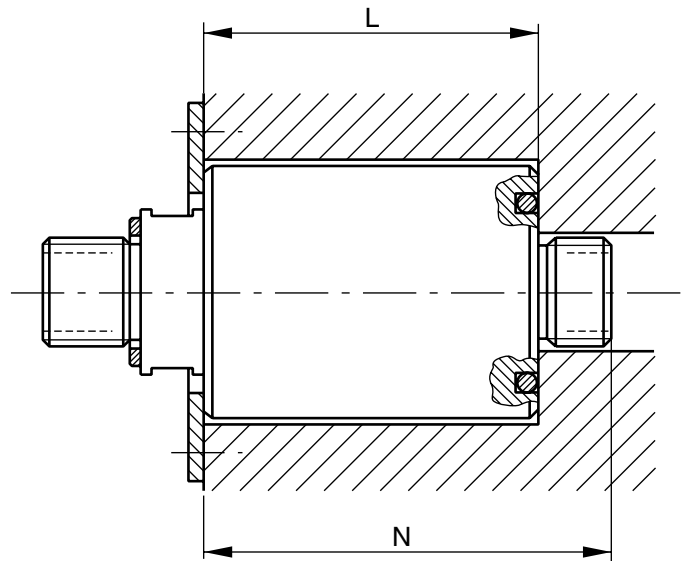
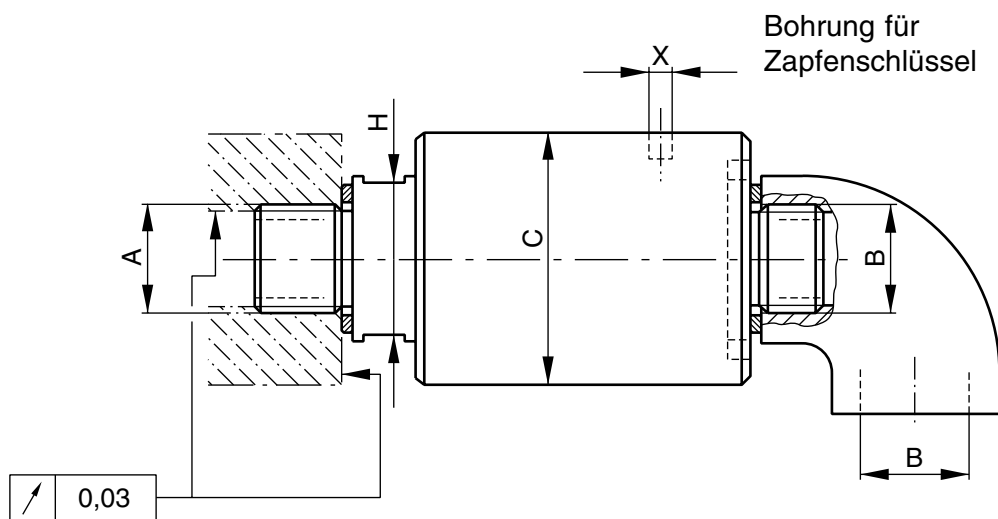

Abb. 2
Abb. 3
- Öleinführung mit einem O-Ring als Dichtung in die Aufnahmebohrung der Antriebswelle entsprechend Abb. 2 einsetzen. Einen Flanschring oder zwei Laschen mit der Antriebsbohrung so verschrauben, daß die Öleinführung mit dem O-Ring gegen den Grund der Aufnahmebohrung gepreßt wird.
- Die Öleinführung kann auch mit dem Rotor-Gewinde in ein Aufnahmegewinde der Antriebswelle eingeschraubt werden (Abb. 3). Dabei darf die Laufabweichung der Planfläche und des Gewindes an der Antriebswelle **0,03 mm nicht überschreiten**. Die unter Abb.2 beschriebene Einbauart ist der unter Abb. 3 beschriebenen vorzuziehen.